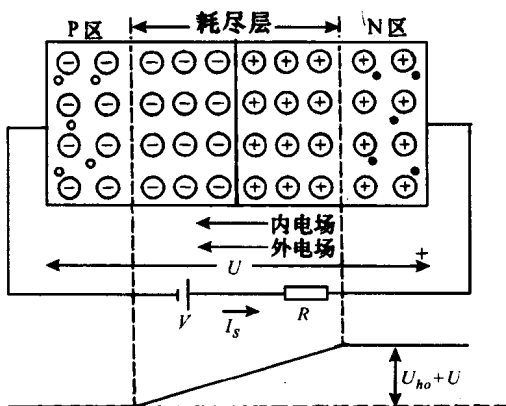

图 1-6 PN 结加反向电压时截止
2) PN 结加反偏压时(P 区为负,N 区为正,如图 1-6 所示),则 PN 结变厚,不利于多数载流子扩散,有利于少数载流子漂移,从而产生反向电流。由于反向电流是由少数载流子漂移引起的,所以非常小,且对温度十分敏感。